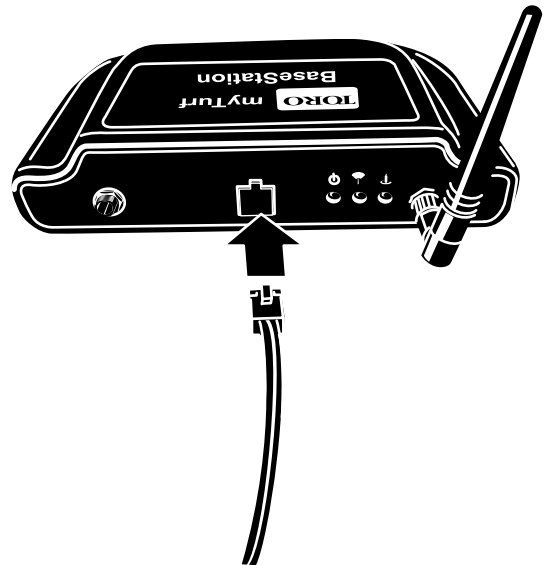

Figure 7
3. Branchez une extrémité du câble Ethernet à la station de base et l'autre à une connexion Internet dédiée (Figure 7).